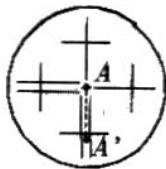

РИС.1.
d. Если точка двигается параллельно (рис. 1), то вертикаль перекрестья перпендикулярна (дальнейшая настройка не требуется)